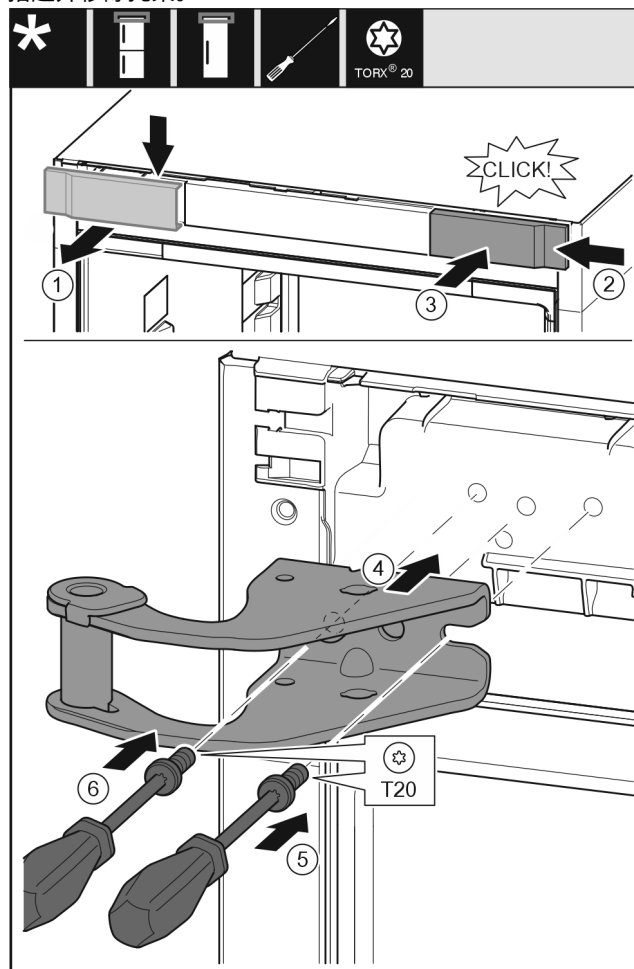

Fig. 11
- ▶ 从上方朝前取下盖板 Fig. 11 (1)。
- ▶ 将盖板 Fig. 11 (2) 旋转 180° 至另一侧从右边挂上。
- ▶ 插入盖板 Fig. 11 (3)。
- ▶ 装上上方的托架 Fig. 11 (4)。
- ▶ 用螺丝刀放上并旋紧螺钉 Fig. 11 (5)。
- ▶ 用螺丝刀放上并旋紧螺钉 Fig. 11 (6)。